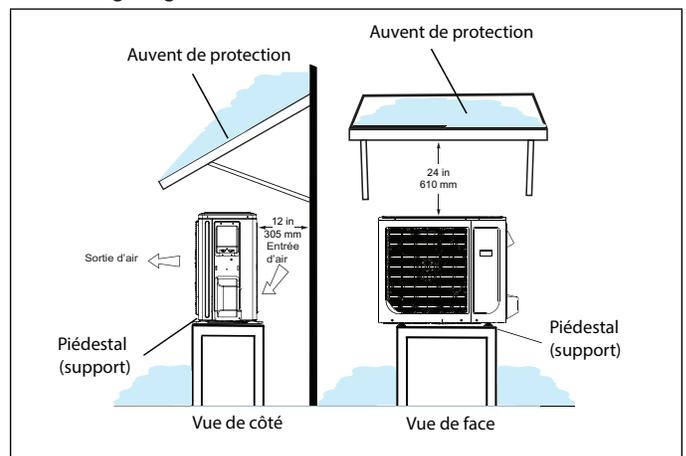
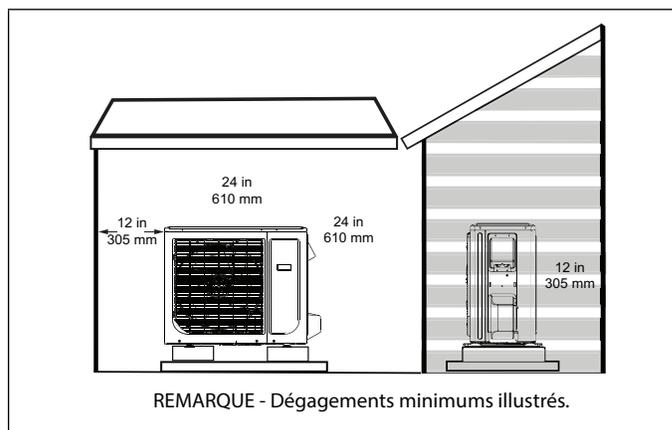

Figure 17. Unité extérieure sur piédestal et sous auvent de protection
Figure 22. Abri de style niche à chien
- Si l'unité extérieure peut être exposée de manière prolongée aux rayons directs du soleil et atteindre des températures dépassant 100 °F (38 °C), il est recommandé de construire un auvent comme illustré à la «Figure 17. Unité extérieure sur piédestal et sous auvent de protection» ou à la «Figure 22. Abri de style niche à chien» à la page 16
- Installer l'unité à l'écart des porte-à-faux des toits pour empêcher l'eau ou la glace de tomber sur ou devant l'échangeur ou l'unité. Construire un auvent comme illustré à la «Figure 17. Unité extérieure sur piédestal et sous auvent de protection».
- L'unité extérieure peut être installée dans un abri de style niche à chien comme illustré à la «Figure 22. Abri de style niche à chien»